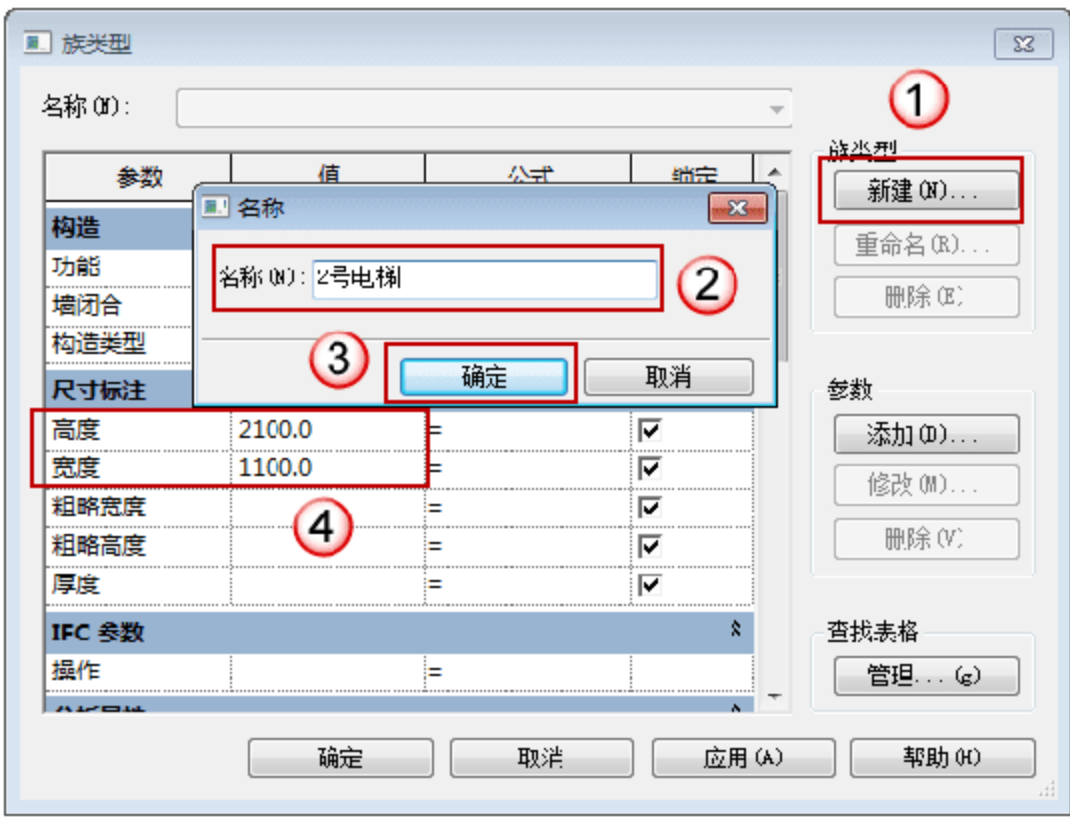

图 8.4.26 新建族类型
(3) 新建族类型。选择“创建”→“族类型”命令，在弹出的“族类型”对话框中单击“新建”按钮，在弹出的“名称”对话框中修改名称为“2 号电梯”，单击“确定”按钮返回“族类型”对话框，并分别更改高度和宽度为“2100”和“1100”，如图 8.4.26 所示。